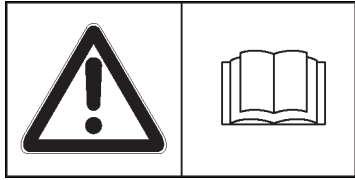

**Abb. 5**
Diagnosestecker auf den Steckplatz X20 der Steuerung A1 stecken (Abb. 5/1).
2. Auf dem Bedienfeld mit dem Dreh-Drücksteller (DDS)(Abb. 5/2) den Pfeil-Softkey (Abb. 5/3) anwählen und drücken, um ins Untermenü zu gelangen.
3. Im Untermenü das Konfigurationsmenü anwählen (Abb. 5/4).
4. Im Konfigurationsmenü oben (Abb. 5/5) den 4-stelligen Code einstellen:
Im Konfigurationsmenü unten (Abb. 5/6) den Wert der Option einstellen und durch Drücken des DDS speichern. Nach Bestätigung der letzten Ziffer erscheint ein OK?. Um Wert zu speichern, nochmals DDS drücken. Gespeicherter Wert wird grün dargestellt. Soll der Wert nicht gespeichert werden, Menü mit Rücksprungtaste (Abb. 5/7) verlassen.